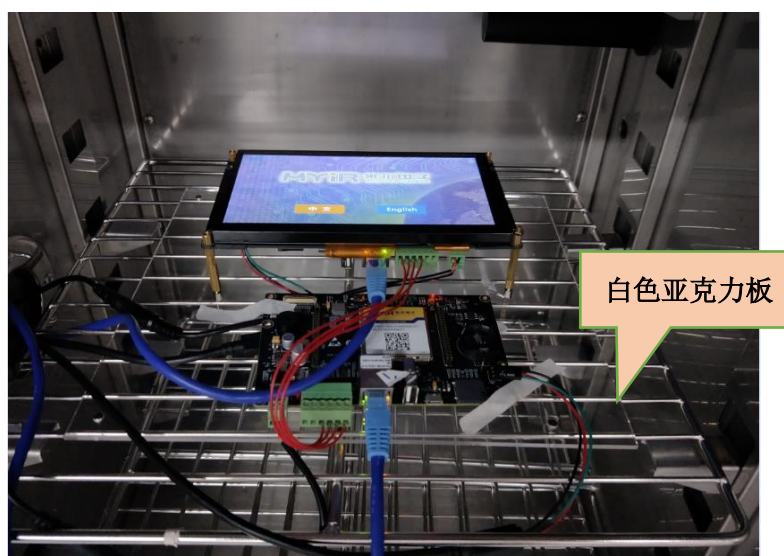

图 4-2 -10℃—70℃ 高低温循环测试试验
3. 高低温循环测试是偏外设功能的测试。测试图片如图 4-2: